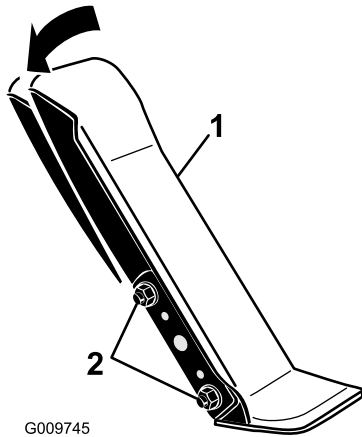

Figure 56
1. Desserrez les 2 écrous et boulons qui fixent le côté gauche de la pédale de déplacement au support (Figure 56).
2. Faites pivoter la pédale à l'angle voulu puis serrez les écrous (Figure 56).